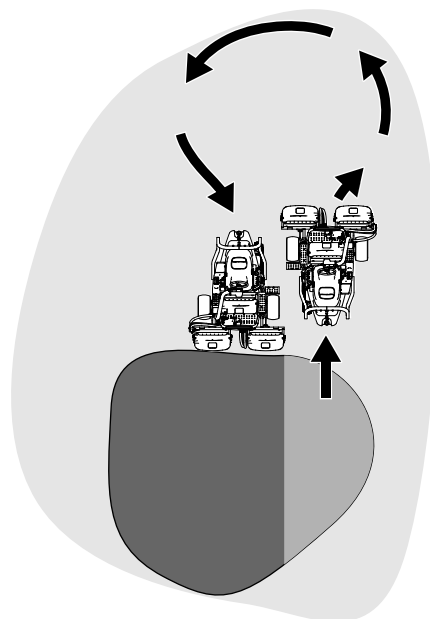

图 23
6. 要缩短下一趟剪草的操作时间并方便剪出直线应轻轻朝相反方向转动机器然后再转向未剪部分。此动作是一个泪滴状的转弯图 23 可将机器快速对齐进行下一趟剪草。